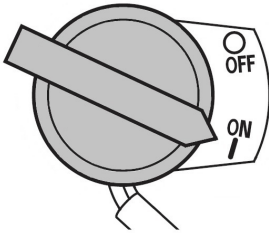

Рис. 25 Выключатель зажигания
5. Выключатель зажигания переведите в положение «ON» (Включено) (Рис. 25).
При возникновении аварийной ситуации, для экстренной остановки двигателя переведите выключатель зажигания двигателя в положение «OFF» (Выключено) (Рис. 25).
4. Переведите выключатель зажигания в положение «OFF» (Выключено) (Рис. 25).